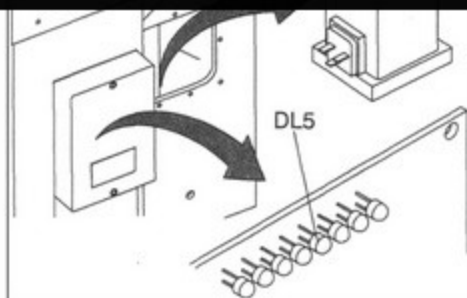

Рис. 19
- в) Для управления (рис. 18) каждый месяц прочищайте отверстие для пыли (рис. 19) и смазывайте его маслом на колпачке (рис. 20).
а) Проверьте, горит ли светодиод DL5 на печатной плате (код 02E02882.0v.6). Если не горит, проверьте предохранители F1 и F2 на печатной плате (рис. 19).
б) Если светодиоды DL7 и DL8 горят, проверьте, горит ли светодиод DL5 на печатной плате (код 02E02882.0v.6). Если не горит, проверьте предохранители F1 и F2 на печатной плате (рис. 19). Если предохранители F1 и F2 не горят, проверьте, горит ли светодиод DL5 на печатной плате (код 02E02882.0v.6). Если не горит, проверьте предохранители F1 и F2 на печатной плате (рис. 19). Если предохранители F1 и F2 не горят, проверьте, горит ли светодиод DL5 на печатной плате (код 02E02882.0v.6). Если не горит, проверьте предохранители F1 и F2 на печатной плате (рис. 19).